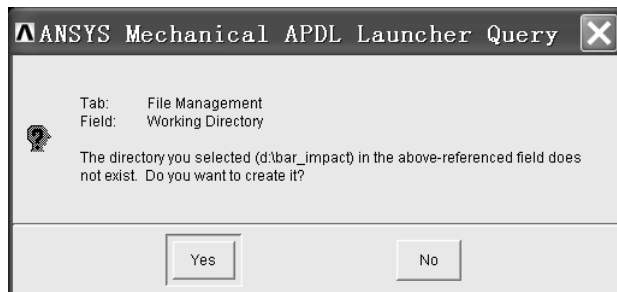

图 1-6 “ANSYS Mechanical APDL Launcher Query” 窗口
(2) 单击“14.0: ANSYS Mechanical APDL Product Launcher [Profile:\*\*\*La...”窗口中“Simulation Environment:”方框后的倒立三角形图标，选中“ANSYS”。
(3) 单击“14.0: ANSYS Mechanical APDL Product Launcher [Profile:\*\*\*La...”窗口中“License:”方框后的倒立三角形图标，选中“ANSYS LS-DYNA”。
(4) 在“14.0: ANSYS Mechanical APDL Product Launcher [Profile:\*\*\*La...”窗口中的“Working Directory:”方框内输入“d:\bar\_impact”（输入的内容在引号内，该目录为文件的保存目录）。
(5) 在“14.0: ANSYS Mechanical APDL Product Launcher [Profile:\*\*\*La...”窗口中的“Job Name:”方框内输入“bar\_impact”。
(6) 单击“14.0: ANSYS Mechanical APDL Product Launcher [Profile:\*\*\*La...”窗口中的“Run”。弹出“ANSYS Mechanical APDL Launcher Query”窗口（见图 1-6）。